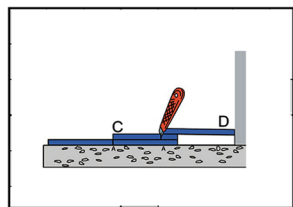

рис. 4
Обрежьте в размер краевые плитки и уложите их срезом к стене, для чего на последнюю в ряду целую плитку наложите другую (С), ворсом вверх и в нужном направлении, на нее положите еще одну (D), уперев край в стену. Ножом надрежьте края средней плитки там, где верхняя плитка образует нахлест. Переверните плитку изнаночной стороной вверх, карандашом проведите линию между надрезами и отрежьте по линии (рис. 4).